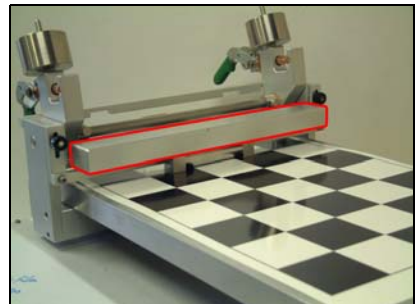

Bild 12. Auf das Aufziehwerkzeug drückendes Gewicht
6. Legen Sie bei Verwendung eines leichten Aufziehwerkzeugs, wie zum Beispiel des Baker, das Gewicht auf die beiden Positionierstifte. Das Gewicht liegt oben auf dem Filmaufziehwerkzeug und hält es fest in Kontakt mit dem Substrat (Bild 12).